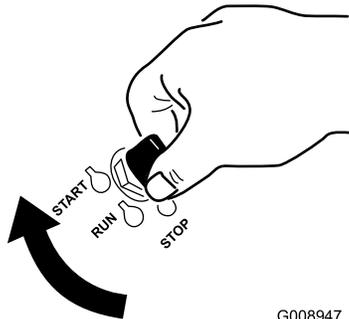

Figure 22
1. Tournez la clé à la position DÉMARRAGE (Figure 22).